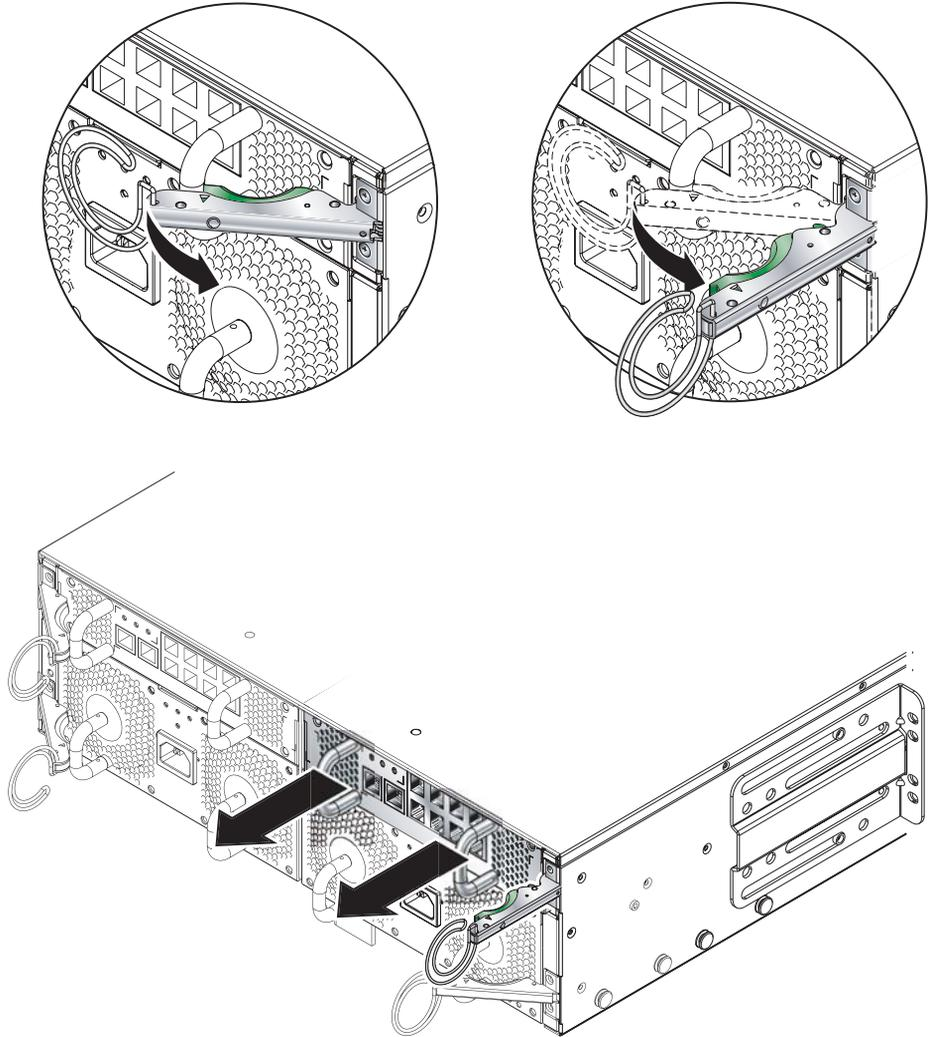

FIGURE 4-12 Levier d'éjection du SSC
1. Serrez le levier vert d'éjection du SSC afin de le déverrouiller, puis tirez-le vers vous pour déconnecter le SSC du châssis (FIGURE 4-12).
2. Assurez-vous que le levier d'éjection est totalement ouvert et qu'il est dégagé du module SSC (FIGURE 4-12).